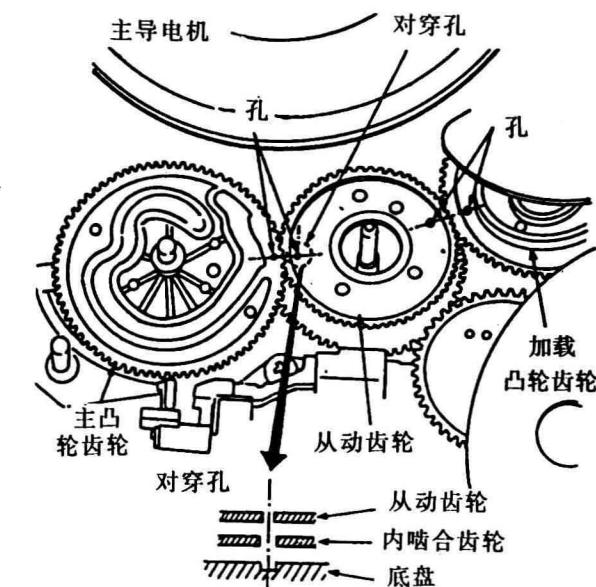

图67
②在副凸轮齿轮上安装主凸轮齿轮，使主凸轮齿轮上的小孔精确地对准压带减速齿轮上的小孔；
③如图67所示，使主凸轮齿轮上的大孔准确地与副凸轮齿轮上的大孔对准。